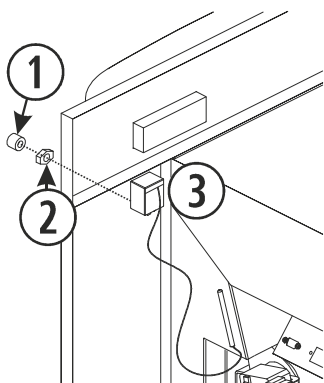
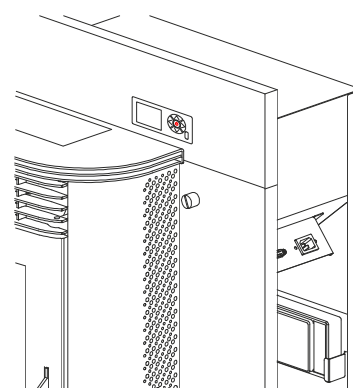

Figura 14
Figura 15
4.29. A instalação de um encastrável numa chaminé de obra pode ser feita em toda a sua totalidade em tubo flexível, tal como indicado na figura 15. Devemos ter especial cuidado na hora de realizar o isolamento entre a chaminé e o tubo da saída de gases para evitar possíveis retrocessos de gases em caso de tempestade.
②	Abraçadeira de união de aço inox.
③	Tê de 90° com registro.
⑥	Chão de madeira.
⑦	Protector de chão incombustível.
⑩	Tubo de aço inox flexível.
⑪	União adaptadora de flexível a rígido.
⑫	Isolante anti-retrocesso.
⑮	Mínimo 200mm.
⑯	Deve ultrapassar o teto em 1 metro.
⑰	Superior a 8 m, aumentaremos uma medida.
Se a estufa que temos for uma Eco I Insert ou Eco II, devemos fixar o termóstato de segurança no painel do equipamento. Estes já têm um orifício, através do qual inserimos o termóstato (③) conforme a *figura 14*, fixamo-lo no painel com uma porca (②) e, por fim, enroscamos a tampa (①). A estufa utilizada nas figuras é uma Ecoll, mostrando-se o resultado final na *figura 15*.